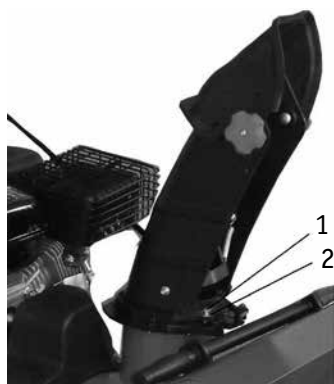

Рис. 7.2
1. Отверните и снимите болт (1) и гайку (2) с желоба (рис. 7.2).